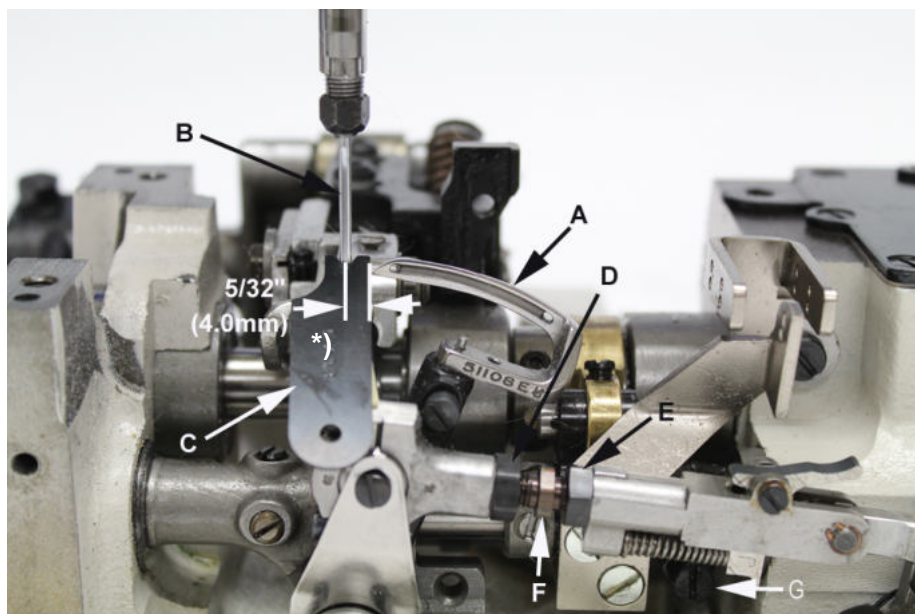

Fig. 6
Insert a new needle, type and size specified. Looper gauge is 0.16 inch (4 mm - $\pm 0,2$ mm) which is the distance from point of looper (A, Fig. 6) to centerline of needle (B) when looper is at extreme right end of its travel.
Setzen Sie eine neue Nadel entsprechender Type und Dicke ein. Der Greiferabstand beträgt 4 mm ($\pm 0,2$ mm) (0,16 inch). Dies ist der Abstand von der Greiferspitze (A, Fig. 6) bis zur Mitte der Nadel (B), wenn der Greifer in der rechten Endstellung seiner Bewegung ist.